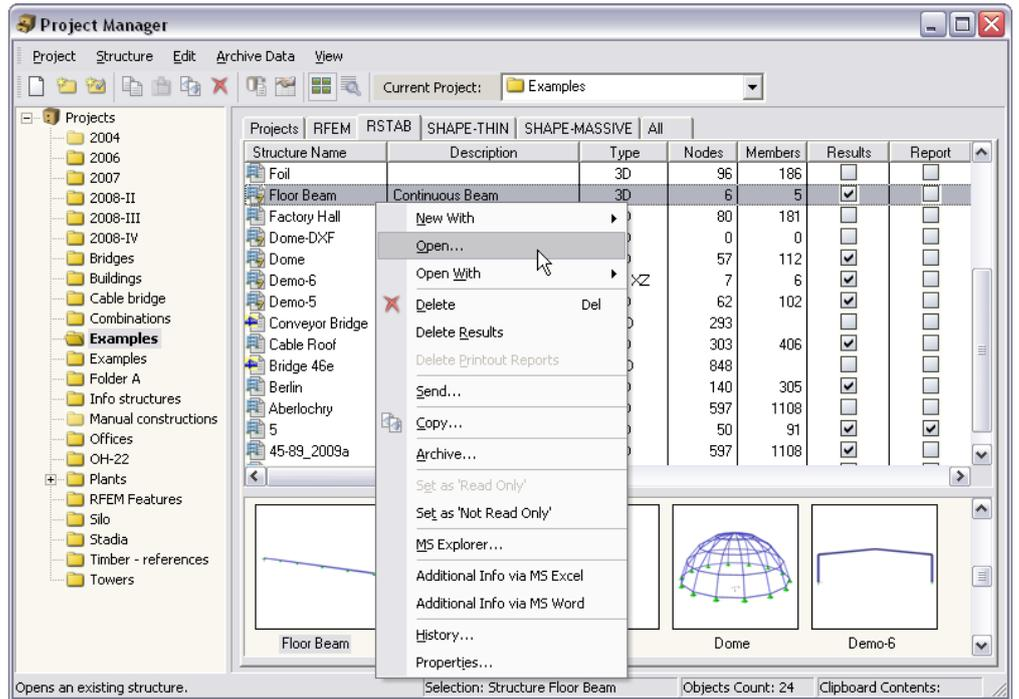

Figura 12.14: Menú contextual de la estructura
- utilice el menú contextual de la estructura (ver Figura 12.14).